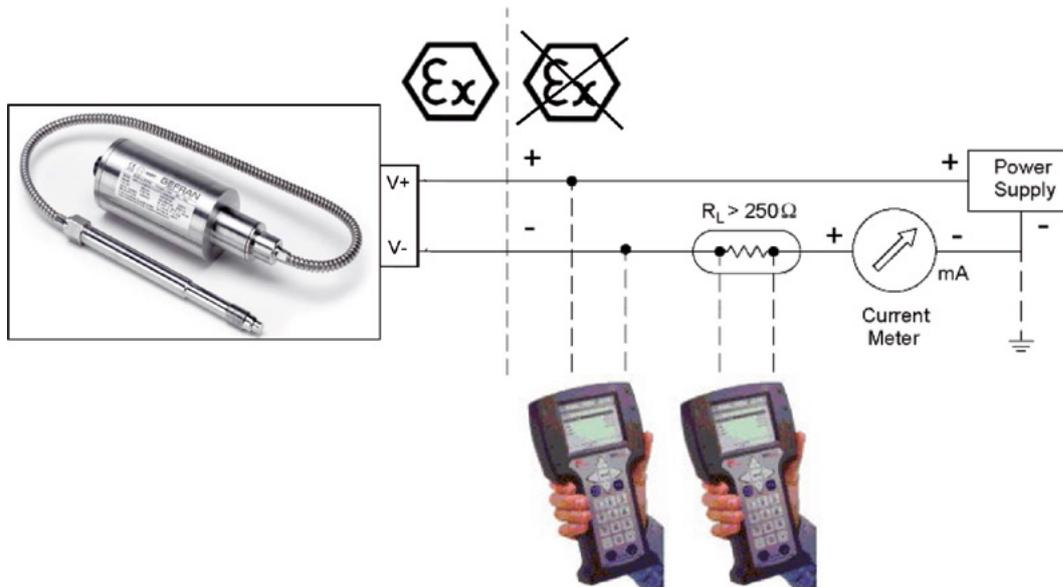

Fig. 8.1. Interfaccia dispositivo di comunicazione portatile Hart
- 1) Collegare il dispositivo di comunicazione al loop. Se non si conosce esattamente la procedura, vedere "Collegamento del dispositivo di comunicazione portatile HART" (Fig. 8.1).
In qualsiasi posizione lungo il filo da 4-20 mA, il dispositivo di comunicazione HART può interfacciare con il dispositivo. Vedere la figura seguente (Fig. 8.1).